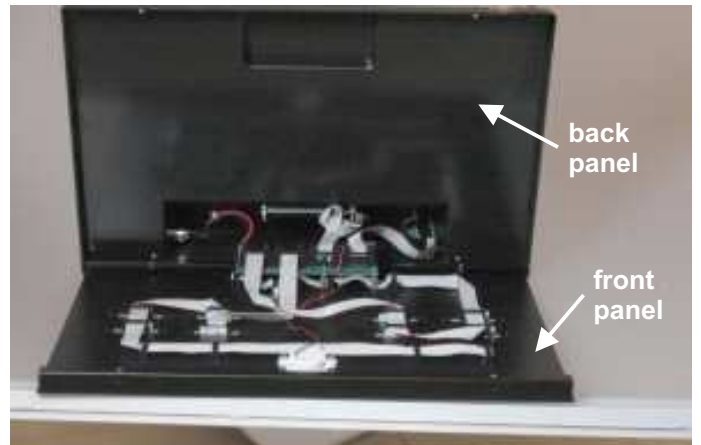

Fig.4
4.4 Con il Test Accensione Totale, verificare che tutti i LED si accendino. Se dei LED risultano spenti si consiglia di aprire il tabellone svitando le 4 viti presenti sul retro (fig.3 e fig.4 a pag.2). e di assicurarsi che i connettori delle schede siano bene inseriti.